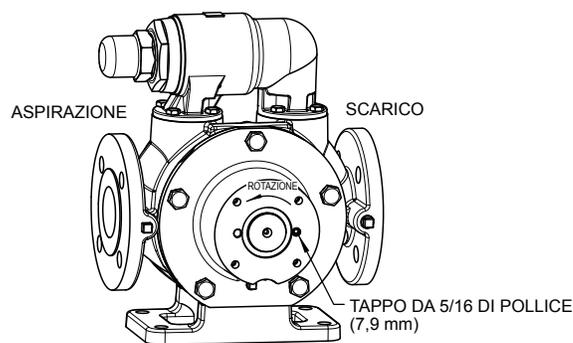

FIGURA 11
10. Accertarsi che il foro di risucchio/lavaggio corretto sia tappato come indicato in **Figura 11**.